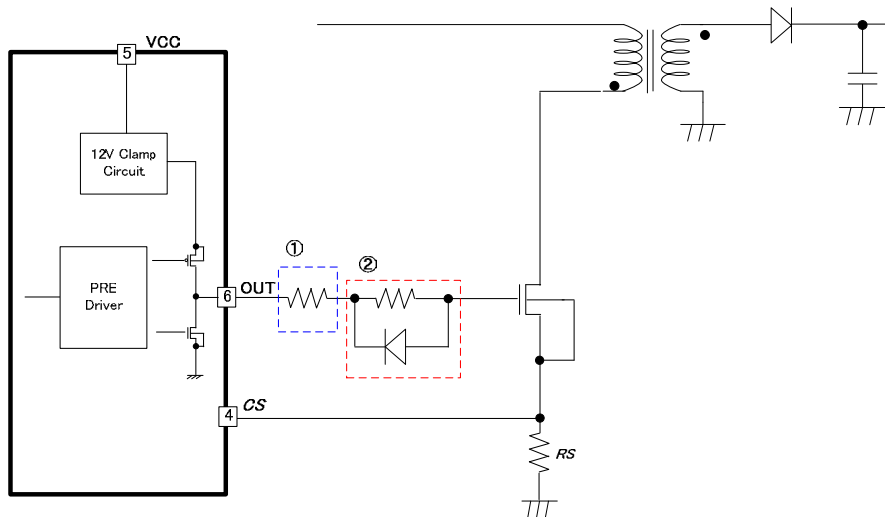

Figure 26. OUT 端子 (5pin) ドライバ回路
OUT のターン ON およびターン OFF 時に発生するスイッチングノイズにより、EMI に問題が発生する場合があります。その場合、MOSFET のターン ON 時間およびターン OFF 時間を遅らせる必要があります。ただし、ターン OFF 時間を遅らせるとスイッチング損失が増加します。Figure 26 に OUT 端子の遅延回路を示します。Figure 26 の①はターン ON とターン OFF の両方に効果があります。②はターン ON のみを遅らせて、ターン OFF を速めるものです。